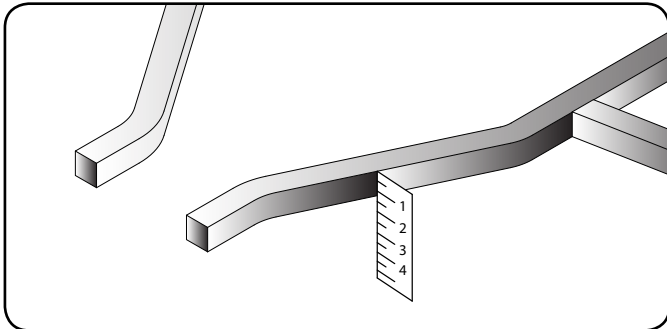

Figura 19 - Medición del marco
2. Mida el grosor del marco del tubo y placa protectora (si está instalada), vea la figura 19. Luego corte los espaciadores de goma provistos a  $\frac{1}{4}$  in. (6.4 mm) mas largo que el grosor del marco de tubo.